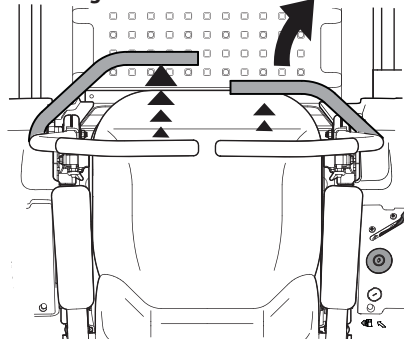

Figure 3-7
2. Pour tourner à droite, tirez la barre de conduite droite vers vous et poussez la barre de conduite gauche vers l'avant. Voir Figure 3-7.